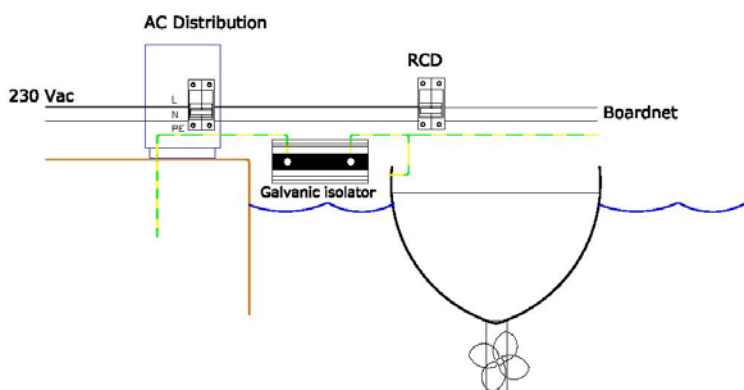

Abbildung 1: Schaltbild
- 6.3. Verbinden Sie den galvanischen Trenner mit dem grünen (Sicherheits-) Erdungsleiteranschluss wie in Abbildung 1 gezeigt.